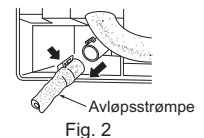

Fig. 2
- 3) Trekk ut avtappingsslangen bakerst til venstre i den innvendige enheten. (Fig. 2)